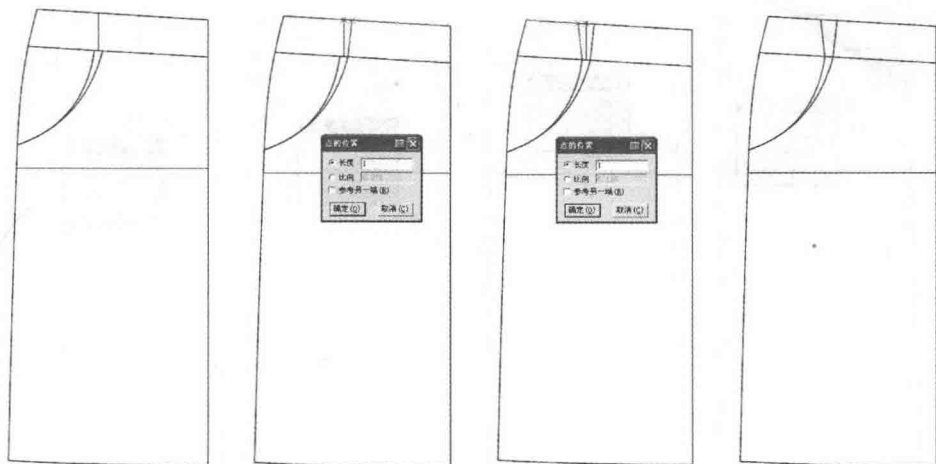

图5-11 画腰省步骤1
(1) 如图 5-11 所示, 选择【智能笔】工具在腰围线上画一个 2cm 腰省。